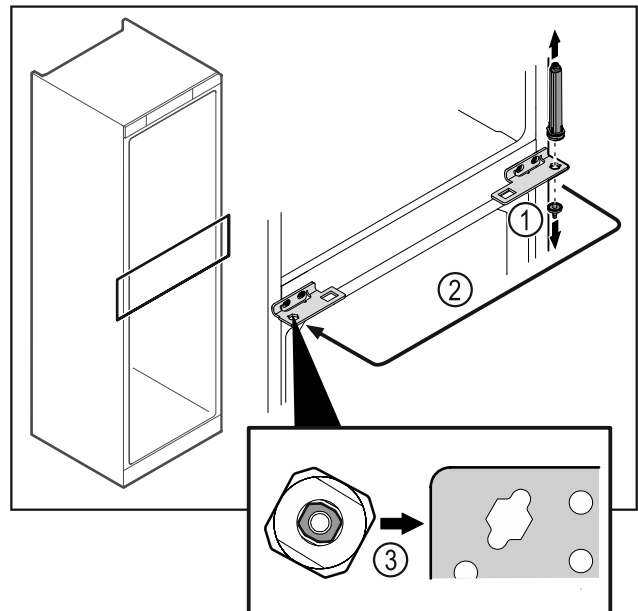

Fig. 43
- Dévisser l'axe de la charnière Fig. 43 (1).
- Changer le système de fermeture de la porte Fig. 43 (2) de côté.
- Lors de l'insertion de l'axe, veiller à ce que son chanfrein Fig. 43 (3) soit du côté du trou rond.